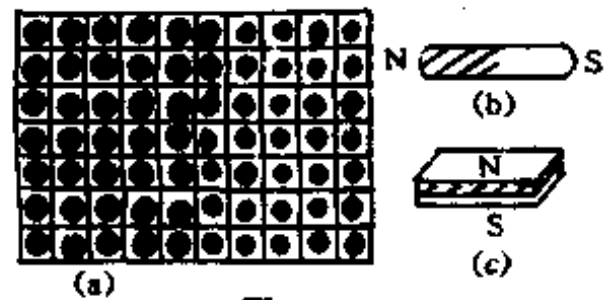

图 1-287
1. 结构:整个磁力黑板由上下两层硬质塑料膜制成(板面一层要求透明),中间一层做为蜂巢状塑料空格,空格的容积设计为 27mm^3 。每个空格内放入一个“磁珠”,其大小以刚好放入空格内为宜。为防止“磁珠”由于振动所发生的误翻转,可将空格内充入低粘度透明液体,然后用上下层硬质塑料膜将蜂巢格板夹在一起,进行聚合密封加工,便成了如图 1-287(a)所示的磁力黑板的板面。与黑板配合使用的粉笔用如图 1-287(b)所示的磁笔代替,其规格可做成圆珠笔大小,材料为磁铁;黑板擦用 1-287(c)所示的磁力黑板擦代替,它是长条形的磁铁块,大小以便于使用为好。